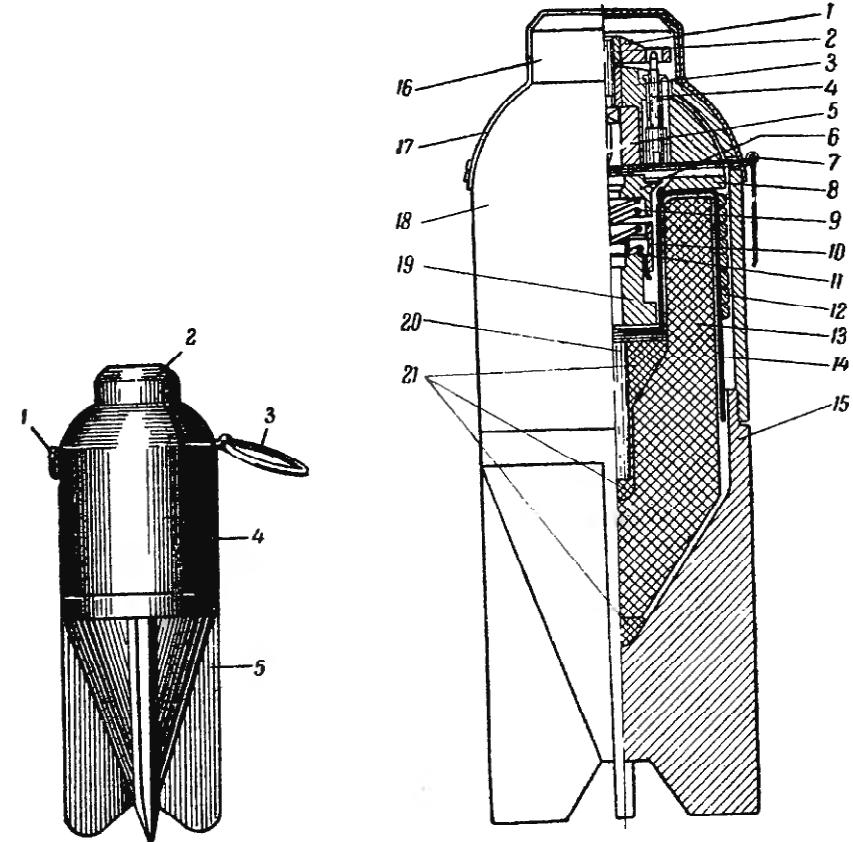

Рис. 93. Общий вид 45-мм итальянской осколочной гранаты-мины:
4. 45-мм итальянская граната-мина к гранатомету Бриксия 35 (рис. 93)